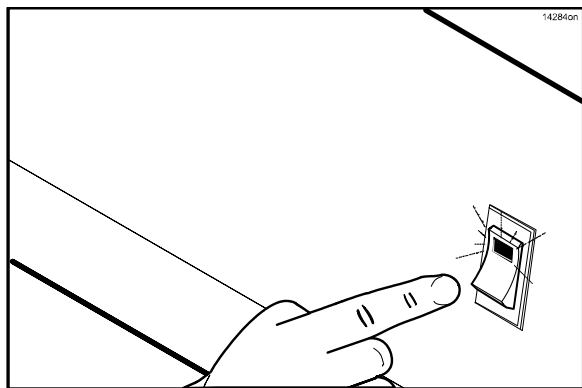

图 22
1. 将风扇联锁开关置于 ON 的位置，控制器将显示信息“OFF”。（请见图 22）